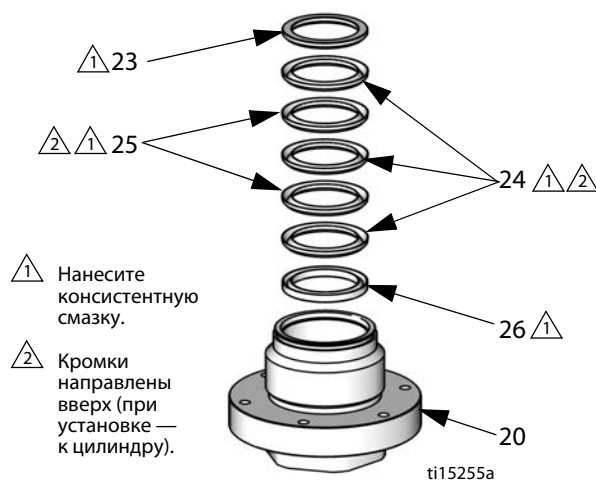
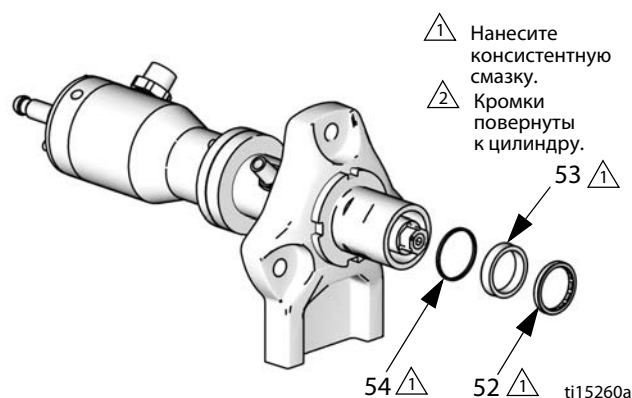

Рис. 10. V-образные уплотнения горловины
Рис. 13. Уплотнение поршня U-образного сечения
7. **Модели с уплотнениями U-образного сечения.** Снимите подшипник (52), уплотнение U-образного сечения (53) и шайбу (54). См. раздел Рис. 13 на стр. 15.
9. Выньте соединительный шток (14) и снимите сильфон (7).
10. Используя гаечный ключ на 5 мм, выверните три винта (17), снимите шайбы (18), а затем сильфонную камеру (1). Снимите и утилизируйте уплотнительное кольцо сильфонной камеры (12).
11. Используя торцовый гаечный ключ на 54 мм (2 1/8 дюйма), снимите гайку сальника (20).
12. **Модели с V-образными уплотнениями.** Снимите сальники (23, 26), уплотнения горловины (24, 25) и пружину (22). См. раздел Рис. 10 на стр. 14.